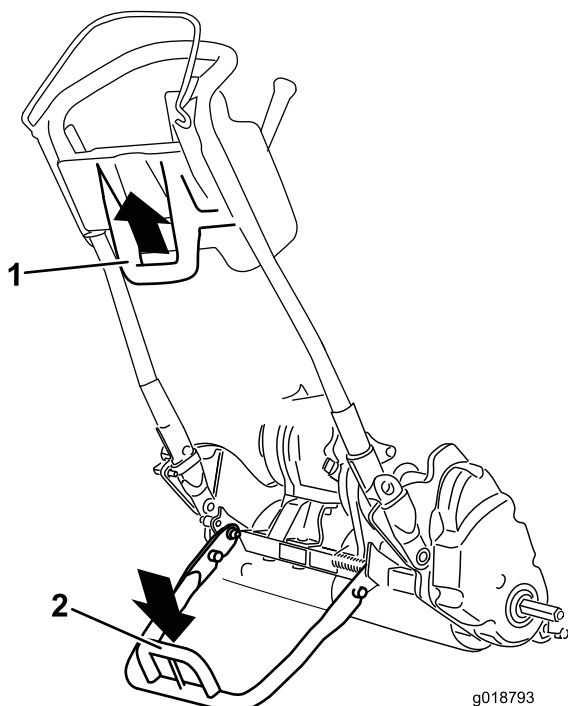

Bild 24
- Wenn Sie den Ständer zur Montage der Transporträder verwenden möchten, senken Sie ihn auf den Boden ab, treten auf die Ständerschleife und ziehen den unteren mittleren Maschinengriff gleichzeitig nach oben und hinten (Bild 24).